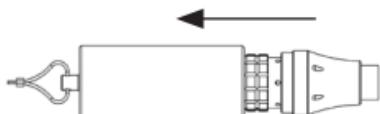
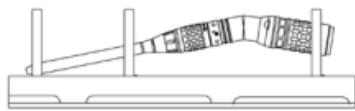

Abbildung 1
Abbildung 2
Anmerkung: Vor der ersten Verwendung des G1-Reinigungs- und Sterilisationskorbs die Anschlusshülse durch Festklemmen am internen Stützkörper (Abbildung 2) am Korb befestigen. Die Anschlusshülse muss für den zukünftigen Einsatz beim Korb verbleiben.
- Die Anschlusshülse vom Handstückanschluss abnehmen (Abbildung 1). Die Anschlusshülse wieder in ihre Halterung setzen und den Handstückanschluss auf den Boden des Korbs legen.
Warnung: Die Anschlusshülse des Handstücks ist vor der Sterilisation vom Handstückanschluss abzunehmen (Abbildung 1). Validierte Beladungskonfigurationen bitte dem Beladungsschema für den G1-Reinigungs- und Sterilisationskorb entnehmen. Abgewinkelte Aufsätze müssen, wie in Abbildung 2 dargestellt, in der korrekten Ausrichtung eingeladen werden.